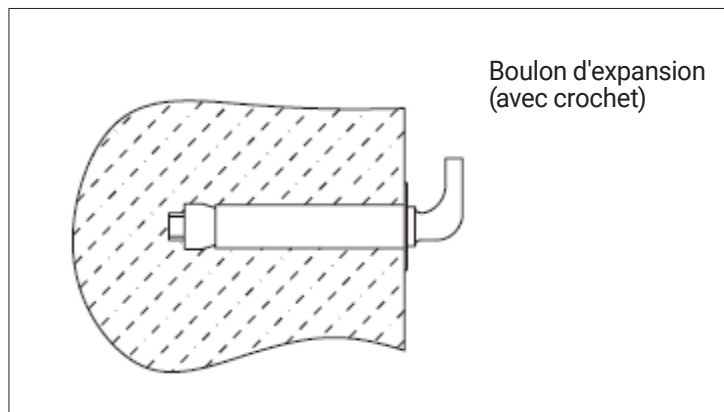

Fig.2
- Après avoir choisi un emplacement approprié, déterminez les positions des deux trous utilisés pour les boulons d'expansion avec crochet. (La distance entre deux crochets est de 205 mm). Faites deux trous dans le mur avec la profondeur et la taille correspondant aux boulons d'expansion attachés au chauffe-eau, insérez le boulon, tournez le crochet vers le haut, serrez les écrous pour le fixer fermement, puis accrochez le chauffe-eau dessus (voir Fig.2).